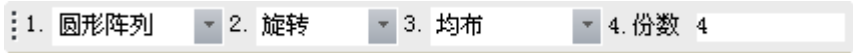

图 4-35 立即菜单 1
- 1) 执行阵列命令弹出立即菜单, 按当前立即菜单和操作提示要求, 可以进行一次圆形阵列的操作, 其阵列结果为阵列后的图形均匀分布, 份数为 4, 见图 4-35。